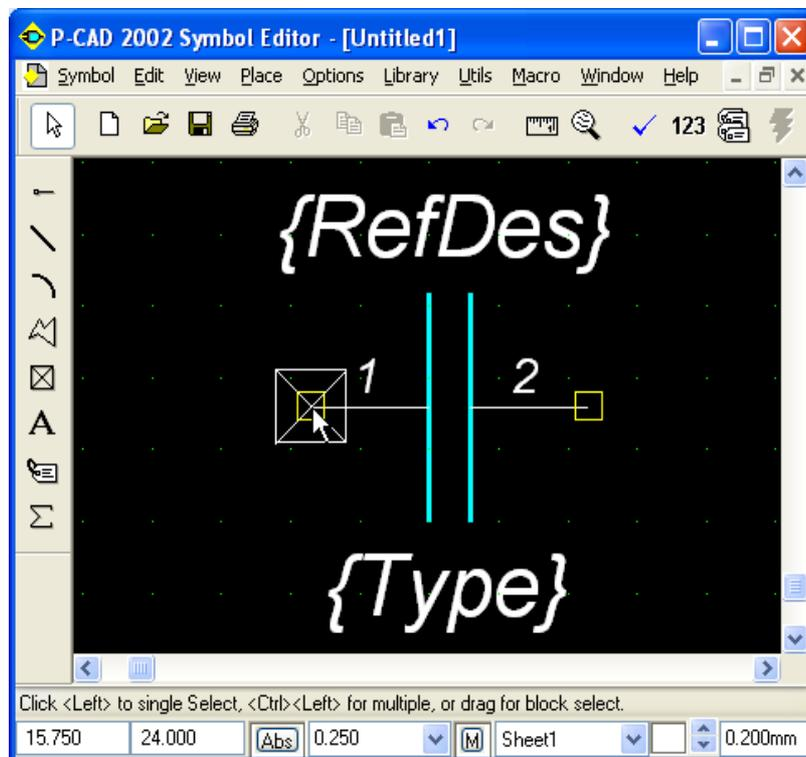

Рис. 4.57 - Окончательный вид УГО конденсатора
- Выполнить команду **Place Attribute** . В появившемся диалоговом окне в области **Attribute Category** выбрать **Component**, а в области **Name** — **RefDes**. Установить стиль текста **Arial3_5Italic**. Выравнивание **Justification** задать по центру горизонтали и низу вертикали. Нажать кнопку **OK**. Установить курсор над УГО в точку с координатами (20,75; 28,5) и щелкнуть ЛК (рис. 4.57).
- Окончательный результат представлен на рис. 4.57.